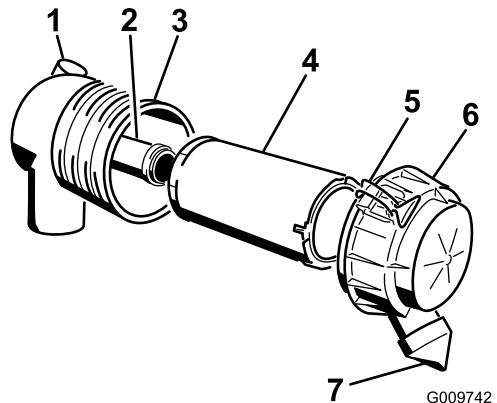

Рисунок 30
Внимание: Обслуживание фильтра воздухоочистителя следует производить только тогда, когда индикатор необходимости обслуживания станет красным (Рисунок 30). Замена воздушного фильтра без необходимости ведет лишь к повышению вероятности попадания грязи в двигатель при извлечении фильтра.
4. Освободите защелки воздухоочистителя и отделите крышку от корпуса воздухоочистителя (Рисунок 30).
1. Осторожно извлеките фильтр грубой очистки из корпуса воздухоочистителя (Рисунок 30). Страйтесь не ударить фильтр о боковую поверхность корпуса.
4. При замене контрольного фильтра будьте осторожны, вставляя новый фильтр в корпус фильтра (Рисунок 30).
5. Осторожно вставьте фильтр грубой очистки поверх контрольного фильтра (Рисунок 30). Убедитесь в том, что он полностью встал на место, надавливая на внешний обод фильтра во время его установки.
6. Установите крышку воздухоочистителя таким образом, чтобы сторона, обозначенная как UP, была обращена вверх; закрепите защелки (Рисунок 30).